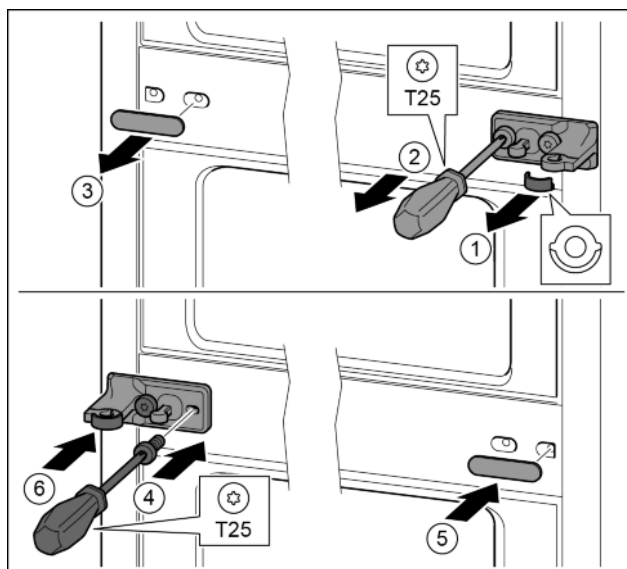

Fig. 28
- ▶ Снять шайбу. Fig. 28 (1)
- ▶ Выкрутить винты отверткой T25. Fig. 28 (2)
- ▶ Осторожно снять крышку. Fig. 28 (3)
- ▶ Плотнo прикрутить опорный кронштейн с подкладкой с поворотом на 180° с другой стороны. Fig. 28 (4)
- ▶ Установить крышку с поворотом на 180° с другой стороны. Fig. 28 (5)
- ▶ Спереди надвинуть шайбу. Fig. 28 (6)